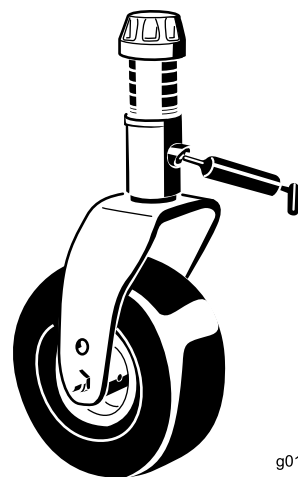

Figura 63
- 2 boccole dell'albero della forcella della ruota orientabile (Figura 63)